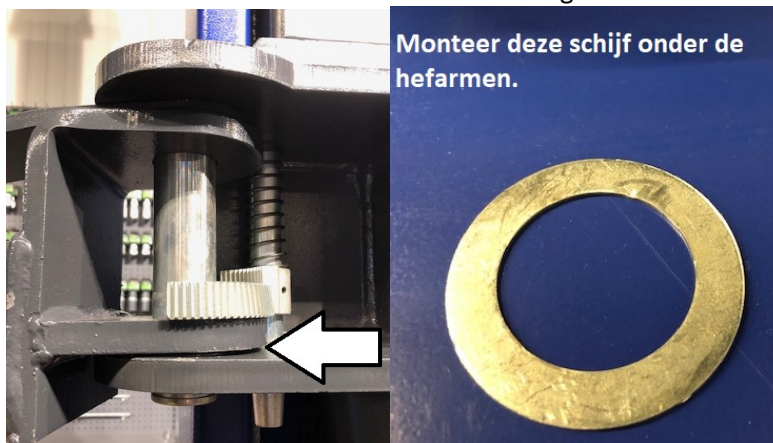

fig.18a
3. Führen Sie den Arm in die Kerbe des Hebekörpers und beachten Sie dass die Bohrungen korrekt auf einander anschließen. Montieren sie die disc unter dem hubarm (Fig.18a)